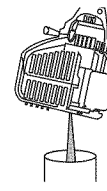

Fig. 27
- Versez l'huile de l'orifice de remplissage dans un récipient en inclinant l'appareil à la verticale (Fig. 27). Alouez assez de temps pour une vidange complète.